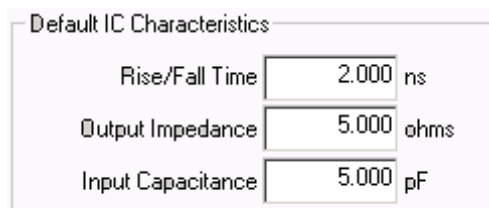

图11 第二页设置：同意默认设置
- 3) 点击 Next，出项第二页，在该页上，同意“Default IC settings”。（图 11）